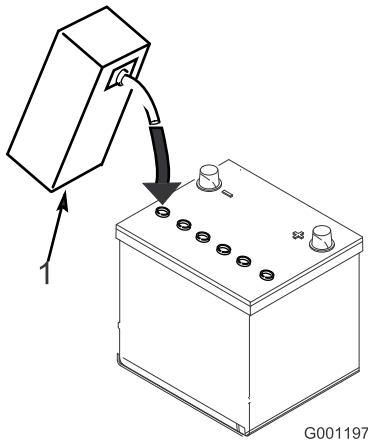

図 4
3. 各セルに慎重に電解液を満たす。電極板が6 mm程度水没するぐらいが適当 (図 4)。
4. 電極板が液を吸収するまで20~30分程度待つ。必要に応じて、電極板が6 mm程度水没するぐらいに電解液を補充する(図 4)。